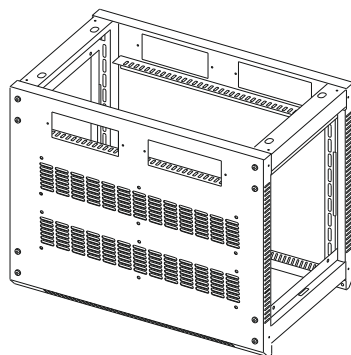

Рисунок 6
1.6 Поставьте каркас на фасадную сторону (рисунок 6).